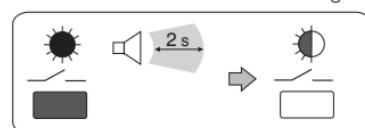

Fig. 8
- Mantenere premuto il **tasto “—”** fino alla emissione di un singolo segnale acustico, quindi rilasciarlo: il **LED** è lampeggiante (fig.8).